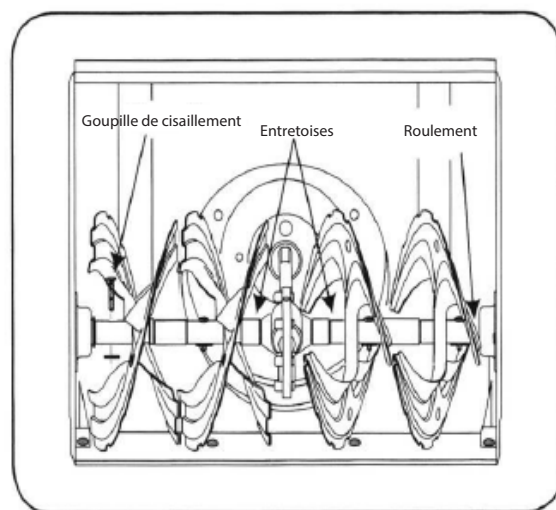

Figure 20
1. Retirez le couvercle de courroie à l'avant du moteur en retirant les deux vis autotaraudeuses. Voir la figure 20.